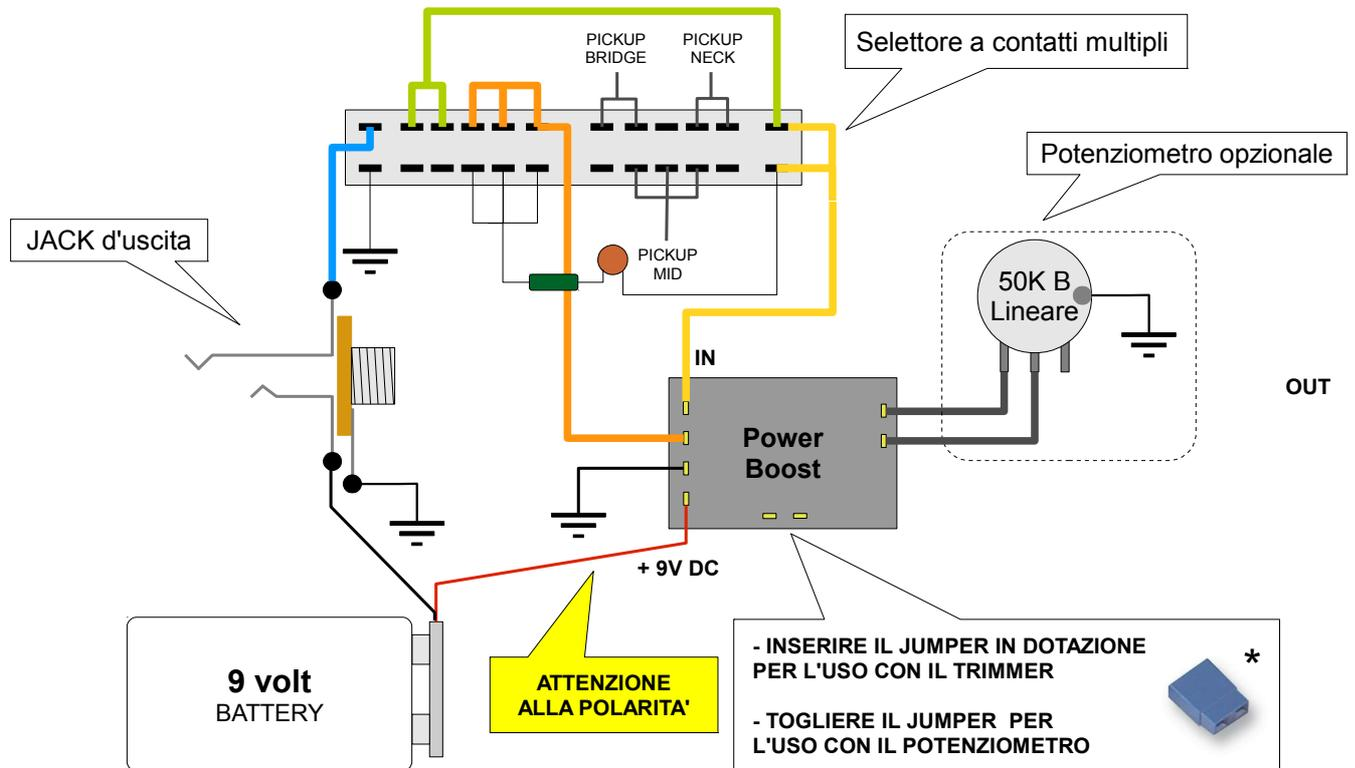

Fig. 3
C) E' anche possibile collegare il **Power Boost** per equilibrare o per aumentare i diversi livelli d'uscita di più pickup montati sullo stesso strumento. In questo caso si deve impiegare un selettore dei pickup con contatti multipli (disponibile presso Tube Art, Articolo 213) utilizzando una parte dei terminali del selettore per l'attivazione del **Power Boost** secondo le necessità. Nell'esempio di collegamento (fig.3) si ipotizza l'inserimento sui pickup Neck e Mid come spesso è necessario se questi sono dei Single Coil ed hanno un livello d'uscita inferiore al pickup Bridge Humbucker. I toni devono necessariamente essere collegati direttamente ai pickup, a meno che non si decida di escludere il condensatore e la resistenza per usare la parte di terminali del selettore per inserire i toni.